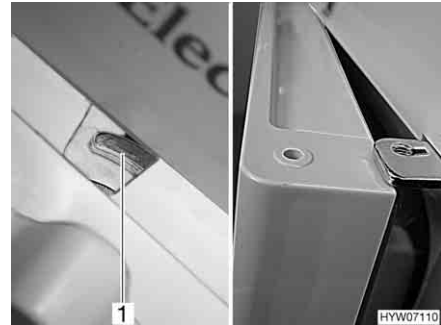

Fig. 198 Porte du réfrigérateur/du compartiment congélation en position de ventilation (Dometic Série 7 avec compartiment congélation séparé)
- Pousser le dispositif de verrouillage complètement vers la droite. La porte du réfrigérateur/du compartiment congélation est fixée à l'aide de l'arrêt de porte (Fig. 198,1). La porte du réfrigérateur/du compartiment congélation reste ainsi légèrement ouverte (Fig. 198).